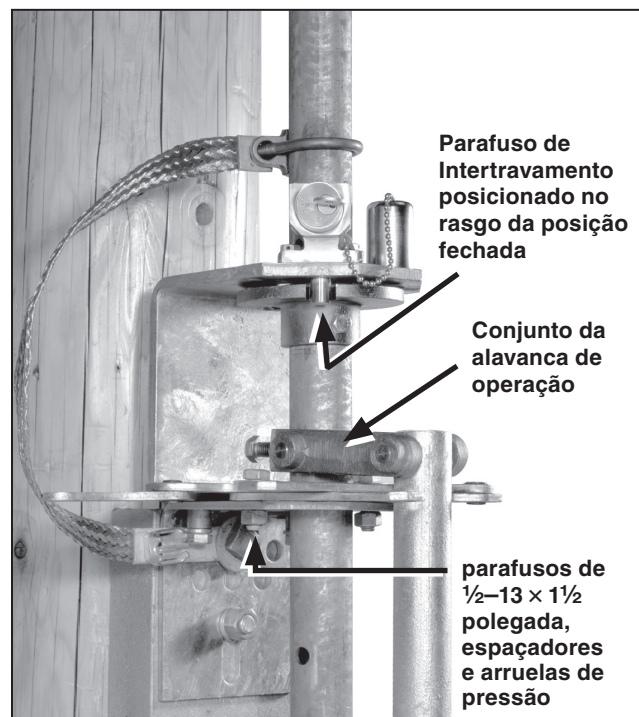

Figura 25. Fixação do conjunto da sapata-base.
**PASSO 21.** Aparafuse o conjunto da sapata-base ao poste na posição mostrada no diagrama de montagem. Use um dos parafusos para fixar uma ponta da cordoalha de aterramento (o lado com o conector de aterramento instalado) à sapata-base. Ver Figura 25.
Dê um aperto no parafuso perfurante de travamento do conjunto da alavanca de operação, perfurando o tubo. Continue apertando até que seja sentida uma resistência firme. Ver Figura 25.